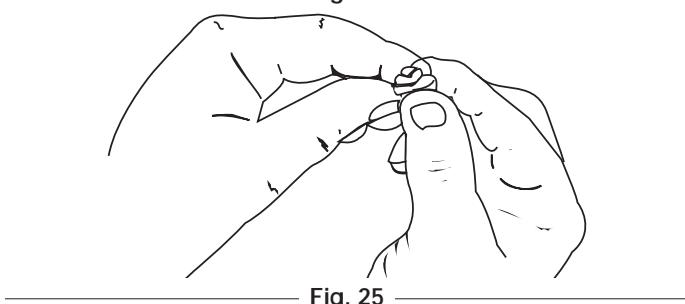

Fig. 25
- Presione el filtro para esparrcir el aceite y eliminar el exceso de aceite (Fig. 25).